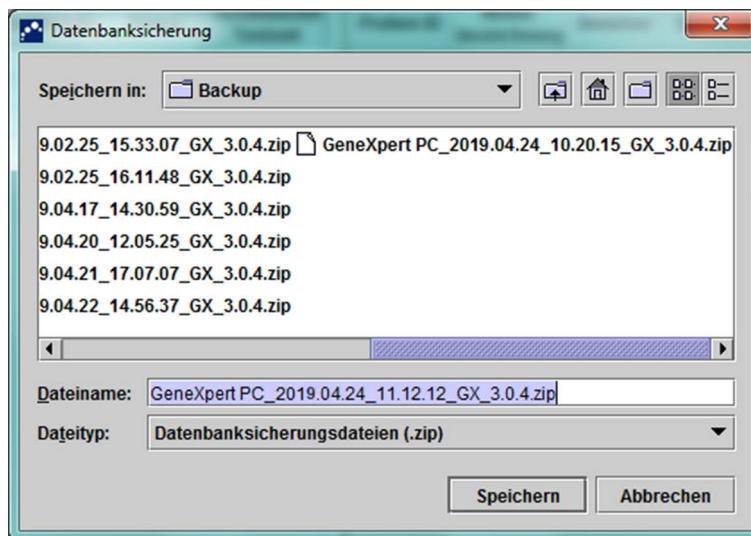

Abbildung 5-78. Dialogfeld „Datenbanksicherung“
3. Klicken Sie im Bestätigungsdialogfeld „Datenbankwiederherstellung“ auf **Fortfahren**, um die Datenbanksicherung fortzusetzen (vgl. Abbildung 5-77). Das Dialogfeld „Datenbanksicherung“ wird angezeigt. Siehe Abbildung 5-78.
4. Suchen und wählen Sie den Ordner aus, in dem Sie die Sicherungsdatei speichern möchten, geben Sie einen Namen für die Datei ein (oder verwenden Sie den Standardnamen) und klicken Sie anschließend auf **Speichern**. Siehe Abbildung 5-78.